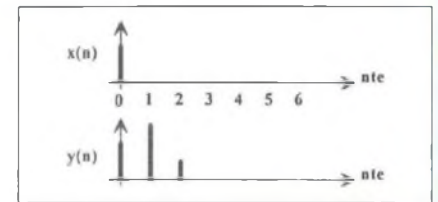

Figure 2: réponse d'un filtre RIF d'équation $y(n) = \frac{2.x(n) + 3.x(n-1) + x(n-2)}{2}$
- On nomme filtre R.I.F. (Réponse Impulsionnelle Finie) tout filtre dont la réponse à une impulsion unitaire aboutit rapidement à $y(n) = 0$, et dont le nombre d'échantillons de sortie différents de 0 sont clairement définis par l'algorithme. C'est le cas de l'algorithme (2) présenté plus haut, dont la réponse est indiquée en figure 2.